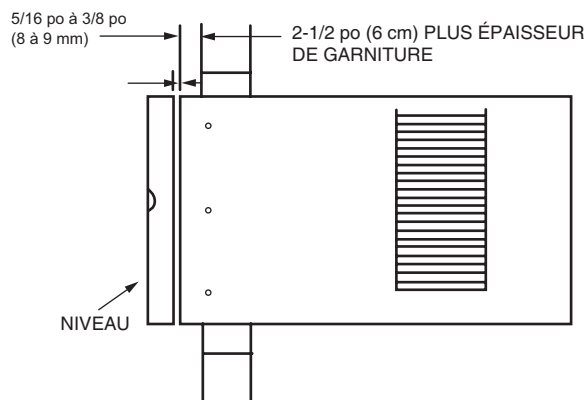

Fig. 25 - Position du boîtier dans le mur
13. Glisser le boîtier dans le cadre de l'ouverture. Environ 2 1/2 po (6 cm) du boîtier doit être dans la pièce. Le reste doit être dans le mur et sortir à l'extérieur de celui-ci. Voir Fig. 25. Penser à maintenir l'inclinaison adéquate vers l'extérieur pour l'évacuation des condensats. Le rail inférieur doit reposer fermement sur la partie inférieure du cadre en bois.